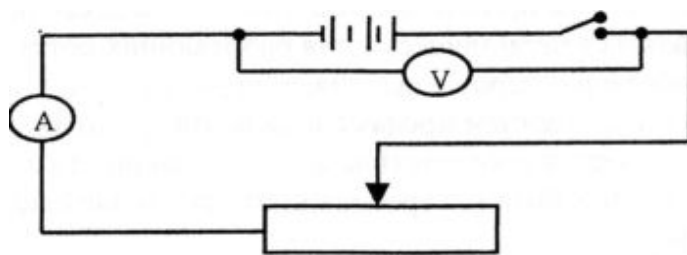

Рисунок 13 – Схема для определения Э.Д.С. и сопротивления внешнего участка цепи
- 1) собрать цепь по схеме (рисунок 13);